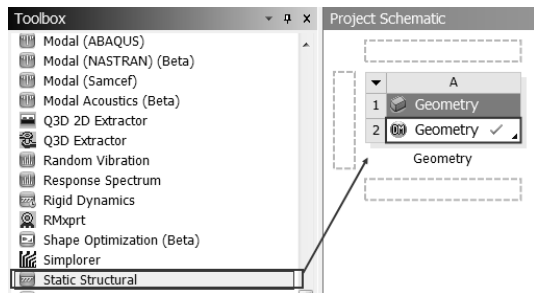

图 13-7 创建项目
Step1：如图 13-7 所示，在 Workbench 主界面的 Toolbox(工具箱) Analysis Systems 中选择 Static Structural（静态结构分析）选项，并直接拖曳到项目 A 的 A2（Geometry）栏中。